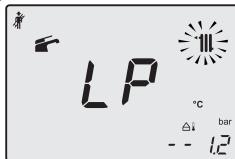

Рисунок 7.5
- Нажмите одновременно кнопки 13 и 17, чтобы появилось значение **00** (режим "трубочист" отключен) (Рисунок 7.4). При помощи кнопки 16 или 17 измените значение на **01** (режим "трубочист" активирован при минимальной температуре отопления) и нажмите для подтверждения кнопку 13. На дисплее появится символ **LP**, сменяющийся значением минимальной температуры горячего водоснабжения (Рисунок 7.5).